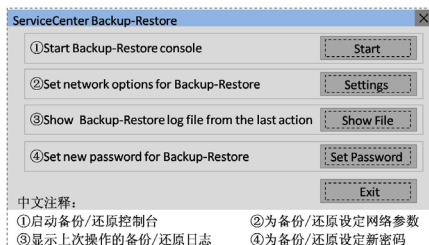

图5 C50切齿机的控制台画面
(2) 外设计算机的设置。先将PC名字设为ZSJ,再在控制面板的用户账户内创建一个名为AUDUSER、密码为SUNRISE的用户账户,然后在控制面板的Windows防火墙内关闭PC的防火墙,在网络连接的本地连接属性内设置PC的TCP/IP地址为192.168.214.240、子网掩码为255.255.255.0,最后在PC上设置一个名为PCU50、去掉只读属性并允许网络用户更改的共享文件夹(写权限是备份操作的必要条件)。
(3) C50切齿机侧PCU的设置。①在PCU通电后出现“SINUMERIK HMI”,待右下角出现HMI_BASE版本号(如V08.00.02.01)画面时,按数字键“3”或鼠标点击,以进入Service Logon对话框。②在Service Logon对话框内输入先前的用户名AUDUSER、1级密码SUNRISE并点击[OK]键后,进入Service Center桌面,双击Service Center图标以进入控制台画面Service Center Backup-Restore(见图5)。③在图5所示控制台画面中,点击选项“Set network...”的标签[Settings/设定],进行PCU备份/恢复设定的网络参数设置。图6中用下拉菜单条并选Ethernet2,勾选Use
(4) 备份/还原控制台的登录。在图5所示控制台画面中,点击选项“Start Backup...”的标签[Start/开始],使C50的PCU退出Windows重启系统,并进入备份/还原控制台。退出Windows前,PCU会弹出提示性对话框“Windows is shutting down and the Backup/Restore console will start...”,用户点击[Yes/是]即可。
图标以进入图5所示的控制台画面。③PCU的USB存储式全盘备份操作。后续操作内容请参见“PCU的Peer-to-Peer式全盘备份操作”，只是不再点选[Add Netw...]进行网络文件夹的映射。